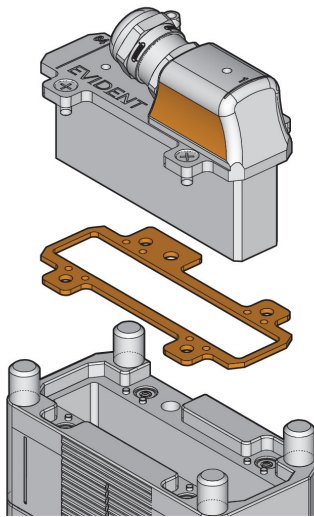

图 5-6 探头和垫圈
3. 握住探头外壳上的突出部分向上拉探头（参见第74页的图 5-6）。
不要牵拉探头电缆。否则可能会损坏相控阵探头。要握住探头外壳拉动探头（参见第74页的图 5-6）。
更换探头时，必须重新将垫圈放置到探头凸缘的下面（参见第74页的图 5-6）。